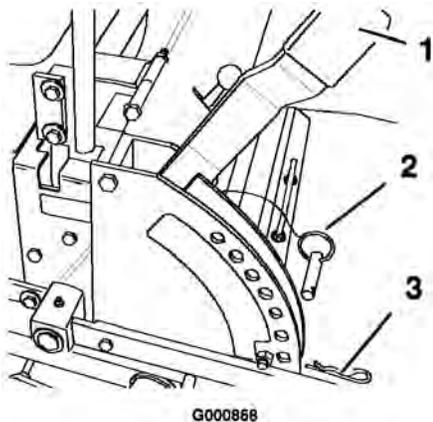

Figura 13
1. Levante la palanca de ajuste de la altura de corte a la posición de transporte (que es también la posición de altura de corte de 114 mm) (Figura 13).
2. Para ajustarla, retire el pasador y el pasador de seguridad del soporte de altura de corte (Figura 13).
3. Seleccione el taladro del soporte de altura de corte que corresponda a la altura de corte deseada, e inserte el pasador (Figura 13).
4. Fije el pasador con el pasador de seguridad (Figura 13).